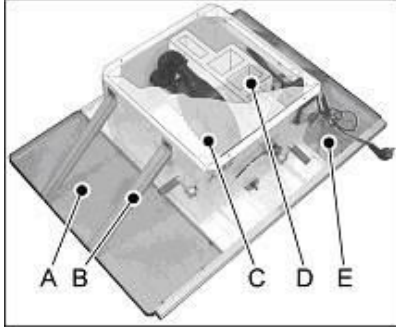

Рис. 2
Открутите напольную крышку (С, Рис. 2) и удалите транспортный предохранитель (D).